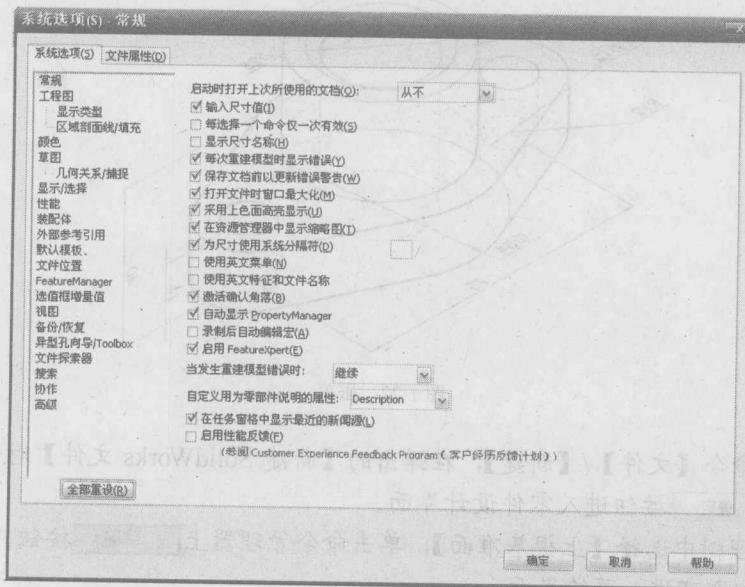

图 1-21 【选项】默认对话框
进行设计之前，必须首先创建适合自己风格的设计环境，SolidWorks 提供了各种设计的默认环境设置，并且针对不同的标准，给出不同的设计环境。设计时用户首先要选择适合自己的作图标准，然后再选择合适的选项。若修改设置，可以通过【选项】命令实现。选择菜单命令【工具】/【选项】或从标准工具栏上直接单击【选项】图标按钮，弹出如图 1-21 所示【选项】对话框，系统默认打开【系统选项 (S)-常规】对话框。通过该对话框可以定制符合自己要求的设计环境。